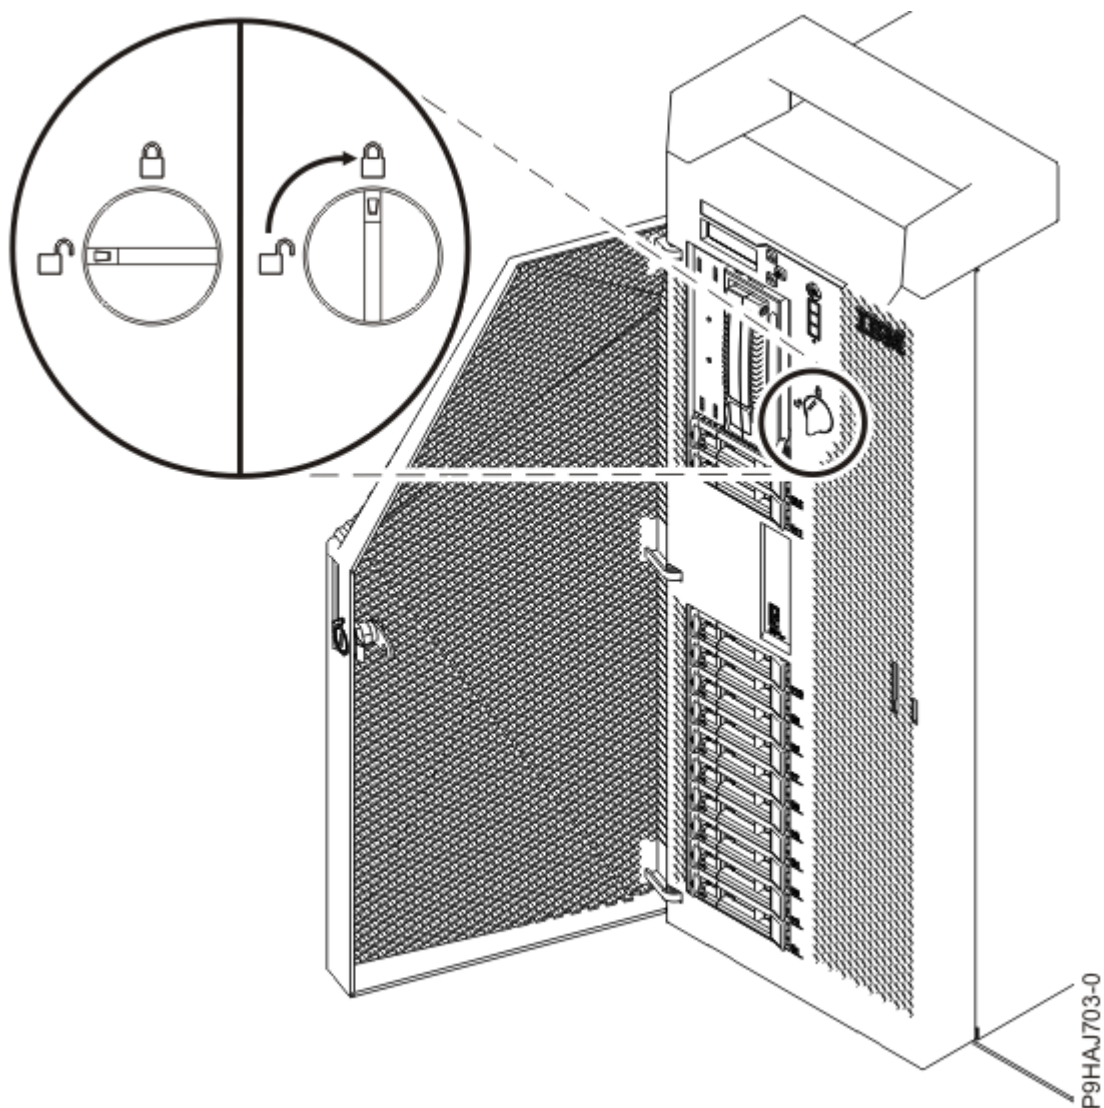

Figure 32. Fermeture du loquet de couvercle avant
- d) Tournez le loquet du couvercle vers la droite (dans le sens des aiguilles d'une montre) afin de verrouiller le couvercle. comme illustré dans la Figure 32, à la page 34.